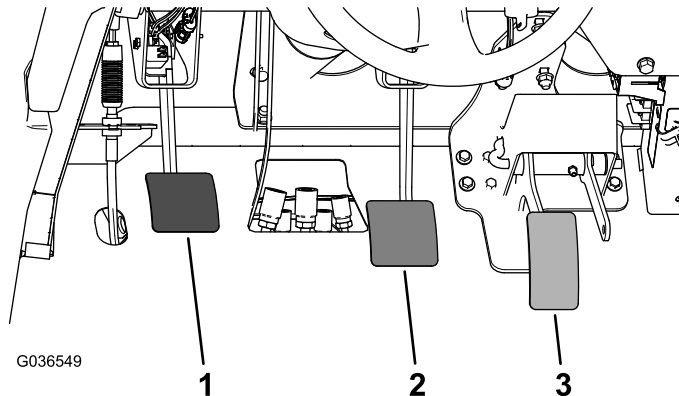

Рисунок 66
2. Поднимите педаль тормоза, (**Рисунок 66**) пока она не коснется рамы.
3. Ослабьте контргайку крепления вилки к валу главного тормозного гидроцилиндра (**Рисунок 66**).